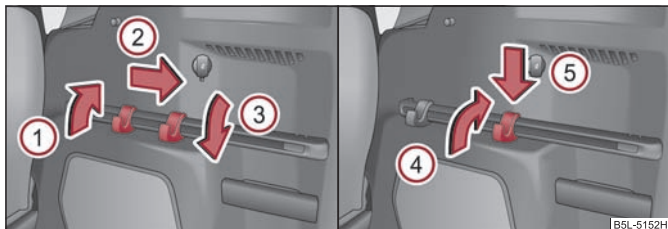

Fig. 77 Maletero: listón de fijación con gancho deslizante / desmontar gancho
A ambos lados del maletero se encuentra un listón de fijación con dos ganchos deslizantes para colgar pequeñas piezas de equipaje como, p. ej., bolsas, etc ⇒ fig. 77. Puede colgar de los ganchos una pieza de equipaje con un peso de hasta 7,5 kg.
- Mover hacia arriba el gancho en dirección de la flecha ① hasta un ángulo de aprox. 45° ⇒ fig. 77.
- Desplace el gancho en dirección de la flecha ② a la posición deseada y doble el gancho hasta el tope en dirección de la flecha ③ hacia abajo ⇒ fig. 77.
- Abatir el gancho del listón de fijación hacia arriba en dirección de la flecha **(1)** ⇒ página 82, fig. 77.
- Plegar hacia abajo los ganchos en dirección de la flecha ③ hasta el tope ⇒ página 82, fig. 77.